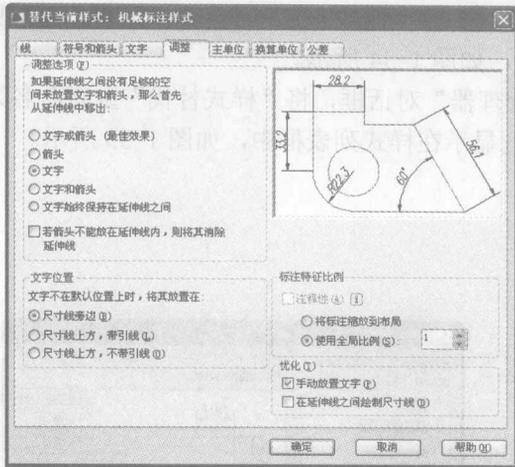

图 1-30 设置“调整”选项卡
1) 在“标注样式管理器”对话框的“样式”列表框中选中“机械标注样式”，单击“置为当前”按钮，将“机械标注样式”设置为当前样式。单击“替代”按钮，弹出“替代当前样式：机械标注样式”对话框，打开“调整”选项卡，在“调整选项”选项栏中选中“文字”单选按钮，即当标注文字在尺寸界线内放不下时，将置于尺寸界线外，此时如果箭头能在尺寸界线内放下，就被置于尺寸界线内，否则，置于尺寸界线外；在“优化”选项栏中勾选“手动放置文字”复选框（同时取消勾选“在延伸线之间绘制尺寸线”复选框），即在放置标注文字时可根据具体情况人工调整其位置。“调整”选项卡的设置如图 1-30 所示。